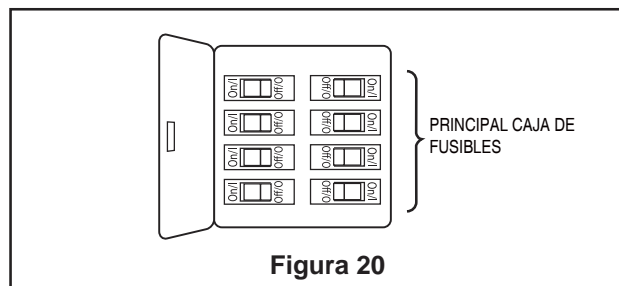

Figura 20
- ☐ 1. Restaure la fuente de alimentación de la toma de corriente enciendo la electricidad del fusible principal. (Figura 20)